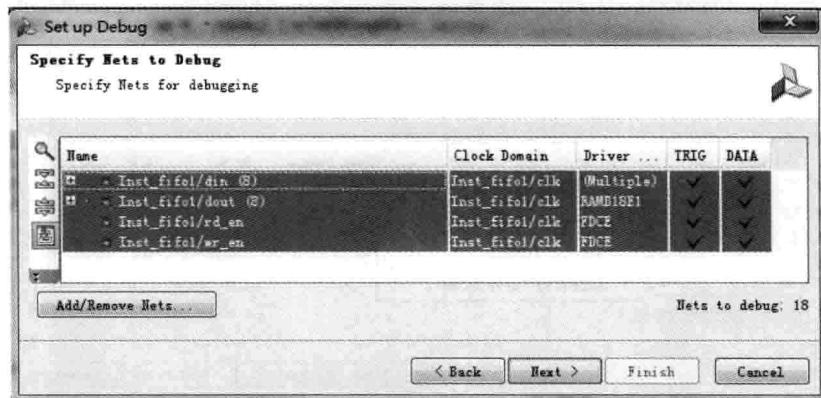

图 3.14 完成时钟域设置界面
(7) 单击 OK 按钮。
(8) 如图 3.14 所示, 可以看到为每个调试网络都选择了时钟域。
(9) 单击 Next 按钮。
(10) 出现 Set up Debug-Trigger and Capture Modes(设置调试一触发器和捕获模式)对话框界面。在该界面下, 分别选中 Enable advanced trigger mode 和 Enable basic capture mode 前面的复选框。